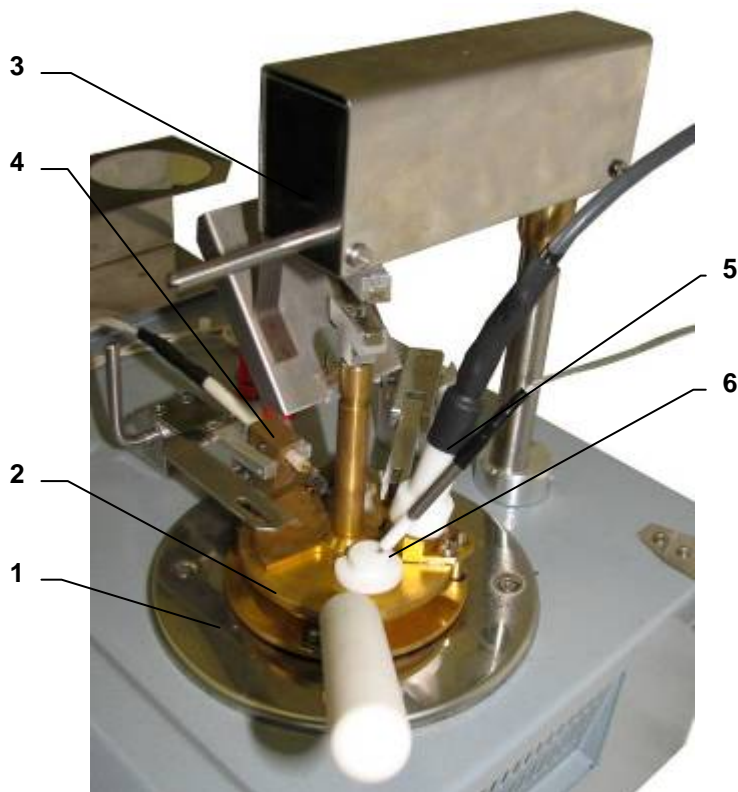

Fig. 2. LOIP LP-093 . Modulul de testare
Modulul de testare constă în (vezi fig.2): element de încălzire (1), cupă închisă (2), agitator (3), unitate de igniție (4), senzor de temperatură (5), detector de scanteie (6).